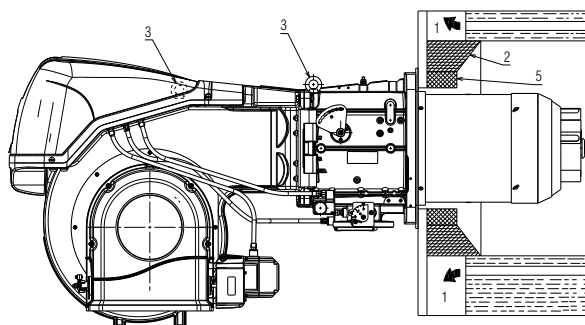

图 16
对于带前烟道 1) (图 16 页 21) 或中心回焰式炉膛的锅炉, 必须在锅炉炉补 2) 和烟道 4) 间插入炉补材料 5) 保护。
准备合适的起吊系统，使用起吊环 3) (图 16)。
- 将随附的隔热垫安装到燃烧筒 4) (图 16) 上。